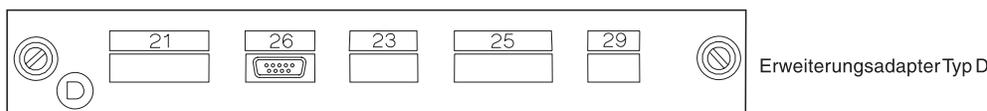

Abbildung 137. Erweiterungsadapter Typ D
1. In Abb. 137 die Buchse, über die die Einheitenkabel an Erweiterungsadapter Typ D angeschlossen werden, mit einem X kennzeichnen.